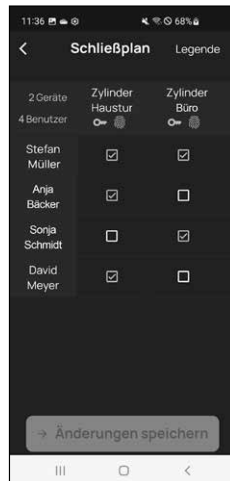

Abb. 3
- ! **Zur Info:** Diese Tabelle wird als solche interessant, wenn Sie mehrere Zylinder und Benutzer haben. Dann können Sie in einem Schritt und übersichtlich festlegen, wer auf welchen Zylinder zugreifen darf. In Abb. 3 sehen Sie ein Beispiel, wie eine ausgefüllte Tabelle mit entsprechend Zylindern und Benutzern aussehen kann.